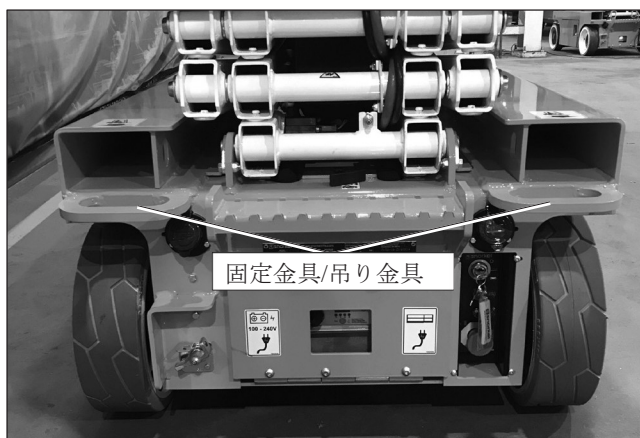

図10.4 - シャーシ後ろ側
4. 走行スイッチ（図10.4を参照）は押している間だけオンになるモーメンタリースイッチです。これらのスイッチで左右の前輪を操作して高所作業車を走行させます。
5. ステアリングスイッチ（図10.4を参照）は押している間だけオンになるモーメンタリースイッチです。これらのスイッチは、2つの前輪を操作して高所作業車の進行方向を制御します。
- 前側の吊り金具および後ろ側の吊り金具（図10.2、図10.4を参照）を点検し、クラック等がなく、良好な状態にあることを確認します。吊り金具は、シャーシ後ろ側に2つ、前側に2つあります。何らかの損傷がある場合は、有資格サービス技術者による修理が済むまで、本機をホイストで吊り上げないでください。